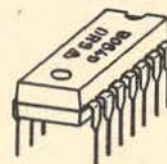
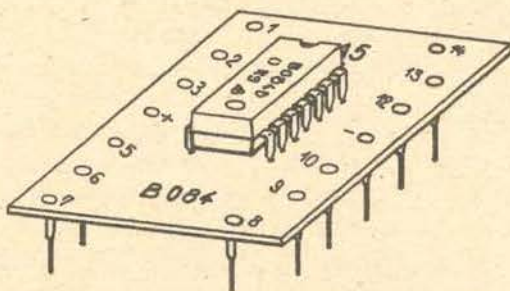

Abb. 5.01
Abb. 5.02
Die Zeit der Mikroelektronik begann Anfang der 60-er Jahre mit Versuchen, auf einem Halbleiterblättchen anstatt nur eines Transistors wie bisher gleich mehrere Transistoren, möglichst auch Widerstände und Kapazitäten unterzubringen. Im Laufe der Zeit gelang es, auf kleinen Halbleiterblättchen, die wir als Chip bezeichnen, gleich fertige Schaltungen zu entwickeln. Zum Beispiel wurden UND-, NAND- und andere Gatter, Trigger-, Multivibratoren-, Verstärker- und andere Schaltungen auf einen Chip gebracht. Eine solche fertige Schaltung auf einem Chip bezeichnet man als integrierte Schaltung (IS). Eine integrierte Schaltung kann man nicht mehr verändern. Das Bauelement, das diese integrierte Schaltung enthält, heißt integrierter Schaltkreis (oder besser nur "Schaltkreis"). Die Abb. 5.01 zeigt einen solchen Schaltkreis. Er sieht einem Käfer mit vielen Beinen ähnlich. Die Beine sind die elektrischen Anschlüsse des Schaltkreises. Der Körper des Käfers ist ein Gehäuse, in welchem
Operationsverstärker kann man auch mit diskreten Bauelementen bauen, mit Transistoren, Widerständen usw. Unser Operationsverstärker, mit dem wir uns hier beschäftigen, ist eine integrierte Schaltung und deshalb ein Bauelement der Mikroelektronik. Wir wollen uns den Aufwand ersparen, einen Operationsverstärker aus diskreten Bauelementen zu bauen. Wer macht das denn heutzutage noch, wo es fertige integrierte Schaltungen der Mikroelektronik gibt? Wir wollen auch gar nicht untersuchen, wie ein Operationsverstärker aufgebaut ist, sondern wollen kennenlernen, wie er funktioniert und was man damit machen kann. Und der Operationsverstärker kann viel, nicht nur verstärken. Wir verwenden einen Schaltkreis, in dem gleich vier Operationsverstärker enthalten sind. Das ist der Schaltkreis B 084 D. Er sieht aus wie unsere Käfer in Abb. 5.01. Damit wir dieses kleine Ding besser handhaben können, haben wir es auf eine Platine mit Steckerstiften montiert. Abb. 5.02 zeigt diese Platine.